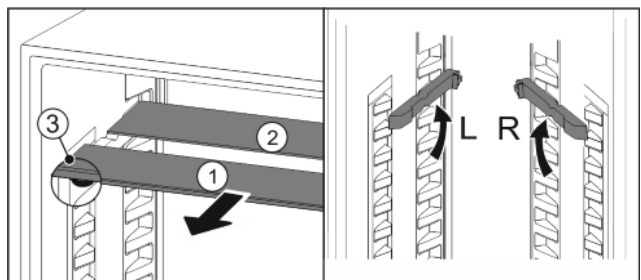

Fig. 20
- ▶ Retire Fig. 20 (1) las planchas de cristal individualmente hacia adelante.
- ▷ Plancha de cristal Fig. 20 (1) con el tope de extracción está adelante.
- ▷ Los topes apuntan hacia abajo Fig. 20 (3).